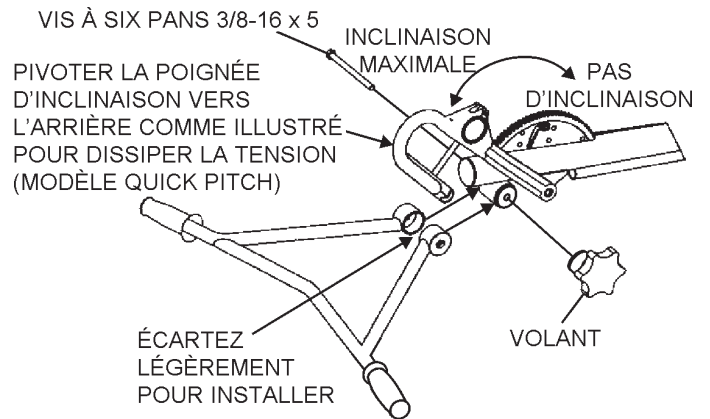

Figure 6. Installation du guidon
2. Sur les modèles à Quick-Pitch™, pivotez la poignée **Quick-Pitch™** vers l'arrière (inclinaison maximale), (Figure 6). Ceci permet de détendre le ressort à l'intérieur du tube de la poignée. Sur tous les modèles, écartez les extrémités du guidon juste assez pour enclencher les dents sur le tube de la poignée. Attachez le volant, positionnez le guidon à la bonne hauteur, puis resserrez fermement le volant.